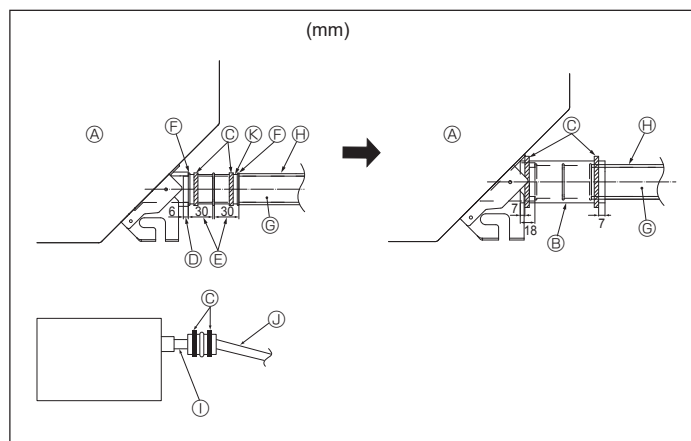

Fig. 5-2
1. Die Abfließmuffe (mit der Anlage geliefert) an den Dränageauslaß anschließen. (Fig. 5-2) (Das Rohr mit PVC-Kleber ankleben und dann mit einem Band sichern.)